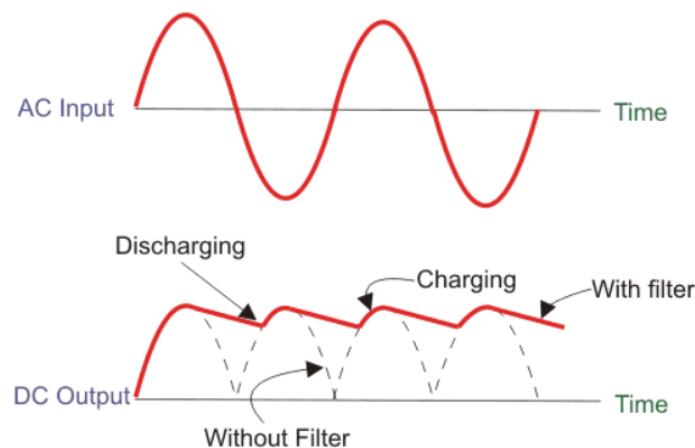

Figura 1: Ondas rectificadas
- **Circuito rectificador de onda completa con filtro capacitivo:** Corresponde a un circuito con 4 diodos rectificadores el cual permite aprovechar ambos semiciclos de la corriente alterna y obtener corriente directa como resultado ideal. Además de esto se le agrega un condensador con el fin de suavizar o reducir las variaciones de la onda rectificada como se muestra en la figura 1.